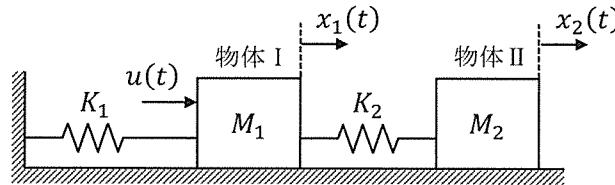

図 1
I 図 1 に示すように、摩擦を無視できる床上で質量 M_1 の物体 I と質量 M_2 の物体 II がバネ定数 K_2 のバネで接続され、さらに物体 I はバネ定数 K_1 のバネで壁に接続されている。物体 I に加える力を $u(t)$ 、物体 I の変位を $x_1(t)$ 、物体 II の変位を $x_2(t)$ とすると、次の (1) ~ (2) の問いについて答えよ。